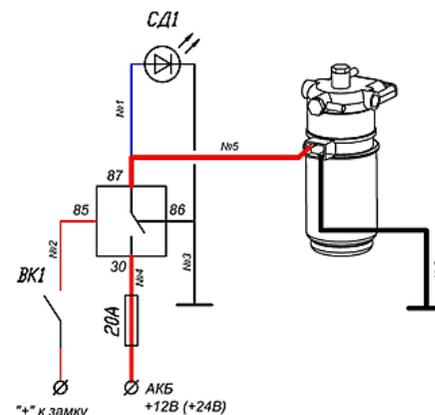

Рисунок 2
5.5 При подключении подогревателя к электрической бортовой сети **с ручным управлением подогревом** (рисунок 2):